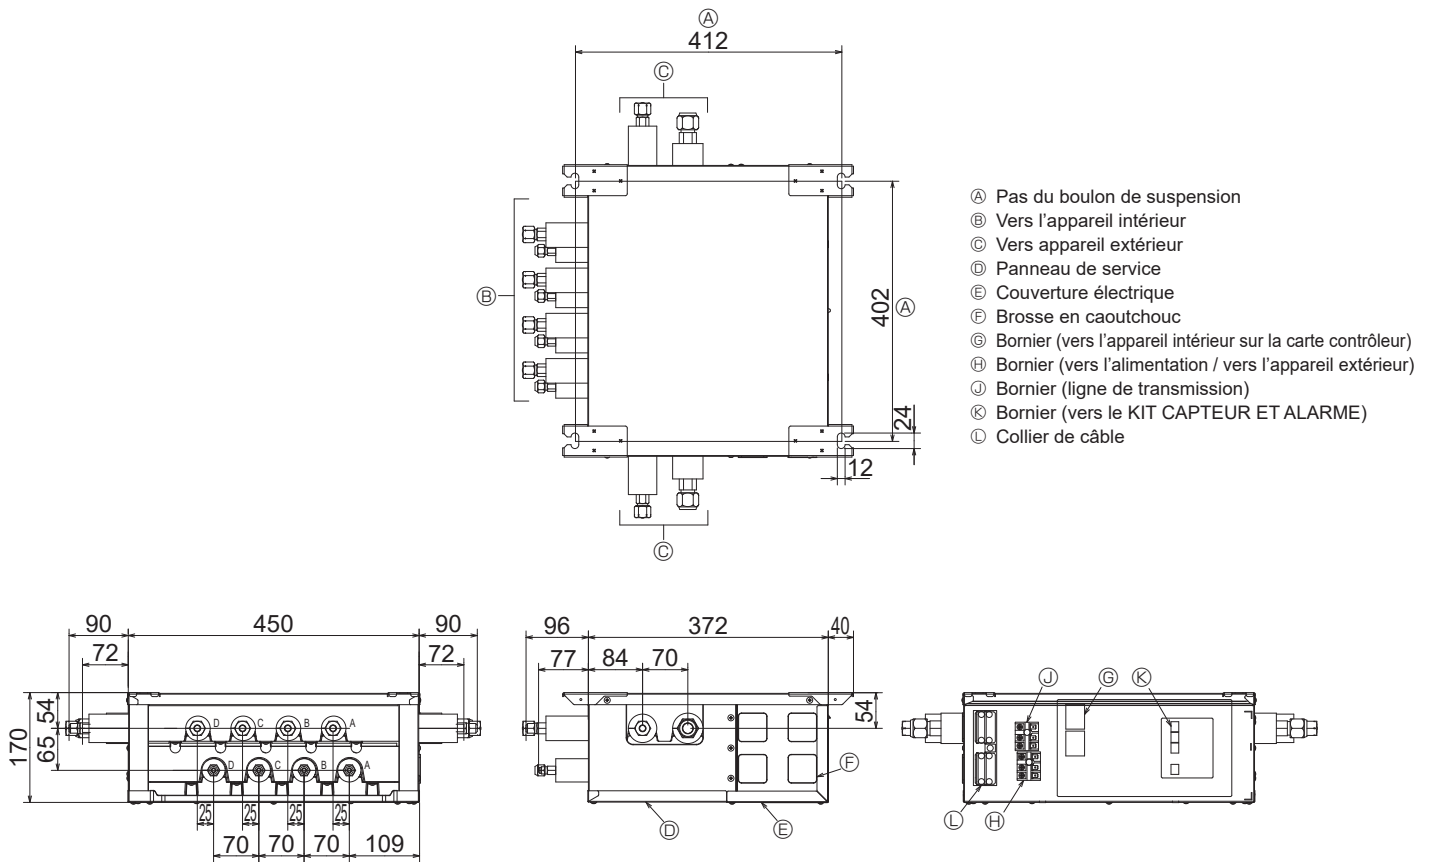

Fig. 4-3
■ PAC-MMK40BC (type à 4 dérivations) (Fig. 4-3)